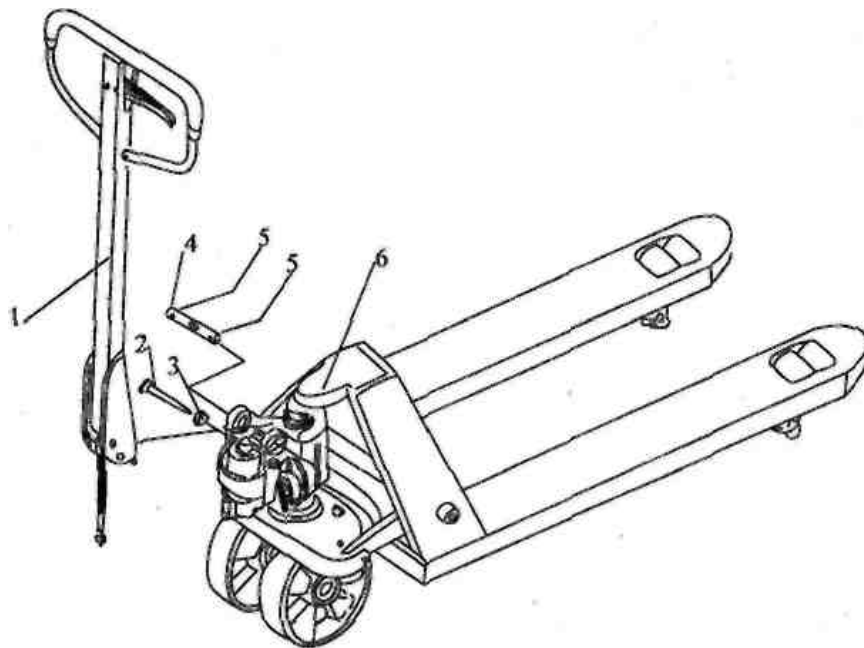

Fig. 1
2.2 Відкрутіть гайку (3), потім натисніть рукоятку (1) вниз і вилучіть болт (2). (Див Fig. 1).